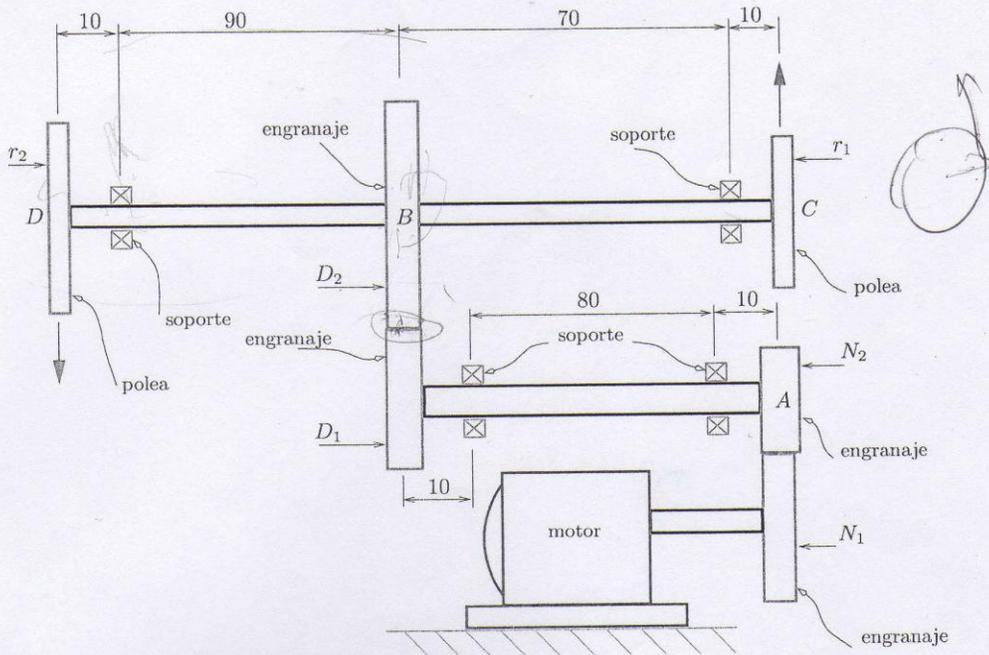

Figura 2: Motor, ejes, engranajes y poleas.
2. En la Figura 2 se muestra un motor que entrega 75HP de potencia a una velocidad de 1000rpm. Mediante conexiones de engranaje, a dos ejes de transmisión, la potencia se transfiere a un par de poleas extremas, de las cuales la polea  $D$  consume 40HP. En el punto  $A$ , la reducción de los engranajes es desde  $N_1 = 200$  a  $N_2 = 100$  ( $N$  = número de dientes del engranaje) siendo el diámetro del engranaje menor de 20cm. Las dimensiones de las poleas y engranajes restantes son:  $r_1 = 10$ cm,  $r_2 = 15$ cm,  $D_1 = 10$ cm,  $D_2 = 35$ cm y la relación de tensiones en ambas poleas es  $t_1/t_2 = 2,5$ .